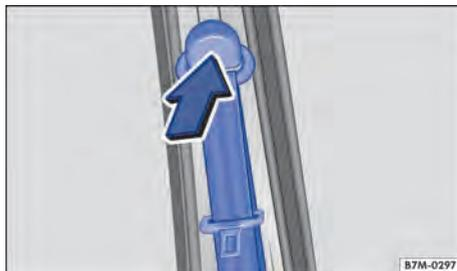

Fig. 32 Ao lado dos bancos dianteiros: regulagem de altura do cinto de segurança.
- Pressionar e segurar o dispositivo regulador no sentido da seta → Fig. 32.